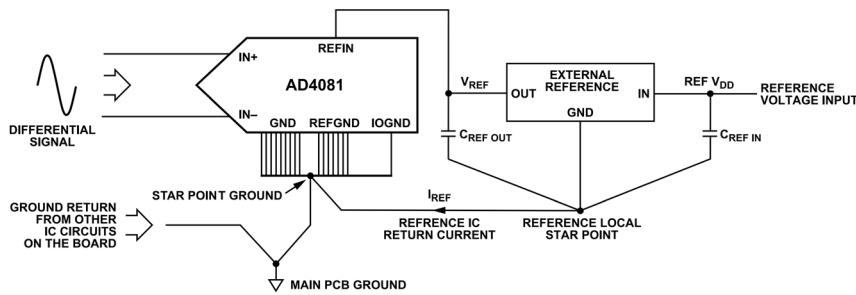

図 109. AD4081 外部リファレンス・グラウンド接続
- ▶ 図 109 に、グラウンド (GND)、リファレンス・グラウンド (REFGND)、およびデジタル・グラウンド (IOPGND) の推奨される接続を示します。リファレンス IC の電流帰還経路を、PCB 上の他の回路からの電流帰還ループと同じ電流ループ内に保持しないことを推奨します。図 109 に示すように、リファレンスのローカル・スター・ポイントを PCB の最上層の ADC スター・ポイント・グラウンドに接続します。